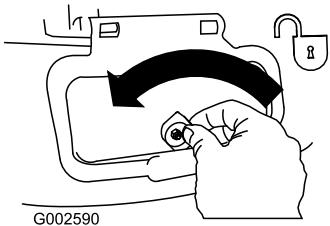

Figure 35
- Déverrouillez le volet d'éjection latérale (Figure 35).